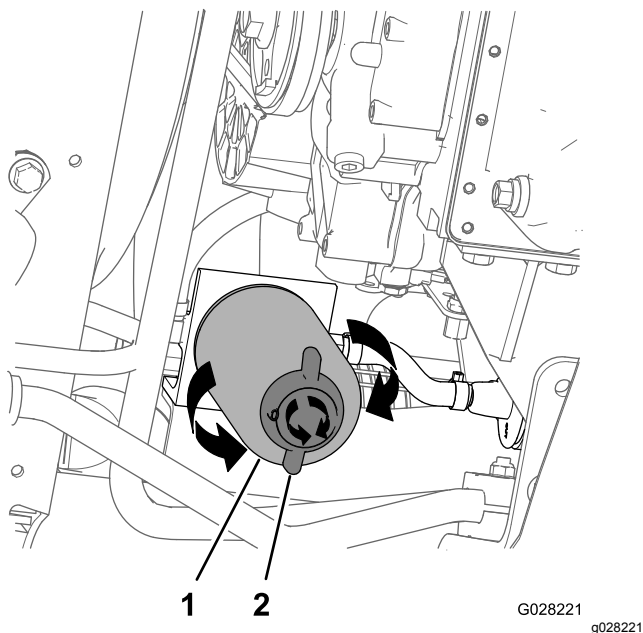

Bild 75
4. Stellen Sie eine Auffangwanne unter den Kraftstofffilter, siehe Bild 75 in Auswechseln des Wasserabscheider-Filters \(Seite 63\).
4. Reinigen Sie den Bereich um den Wasserabscheider-Filter und die Befestigung des Filteradapters (Bild 75).
5. Entfernen Sie den Wasserabscheider-Filter (Bild 75).
9. Stellen Sie sicher, dass das Ablassventil unten am Wasserabscheider-Filter ganz nach rechts gedreht ist (Bild 75).
2. Stellen Sie eine Auffangwanne unter den Wasserabscheider-Filter (Bild 75).
3. Drehen Sie das Ablassventil unten am Wasserabscheider-Filter nach links (Bild 75).